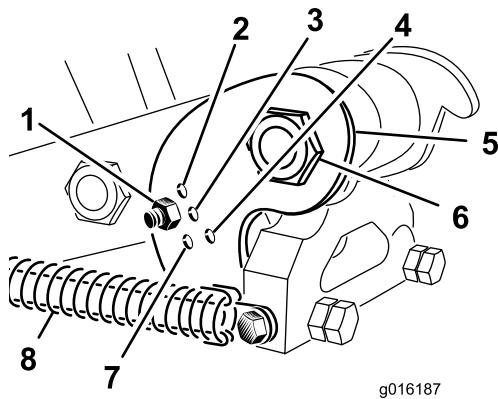

Figura 36
Defina o suporte da inclinação (Figura 36) para a posição correcta com base no comprimento dos dentes a utilizar. A paragem da cabeça está definida numa das posições pré-determinadas ao escolher o furo através do qual a alavanca de ajuste é aparafusada. Estes furos são apenas predefinidos; por exemplo, ao utilizar um dente de 25 cm numa posição de 30 cm, poderá obter um acabamento mais suave; dependendo da aplicação.
3. Liberte a tensão da mola para a cabeça do dente (Figura 36).
4. Retire a porca e o parafuso dos orifícios de ajuste no suporte da inclinação (Figura 36).
5. Rode o suporte da inclinação até ficar alinhado com o orifício pretendido no braço e coloque o parafuso e a porca (Figura 36).